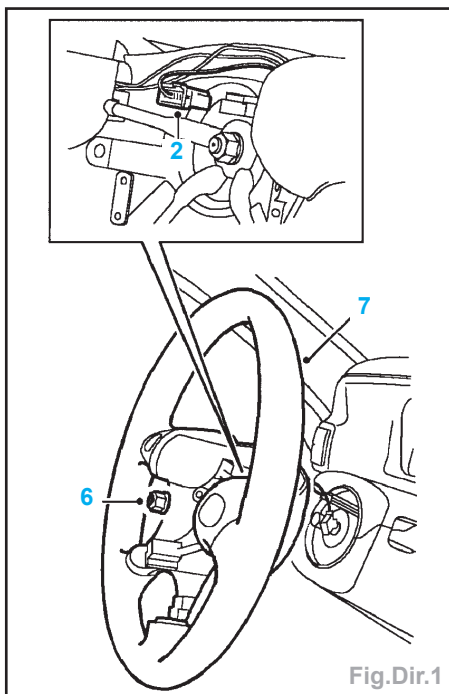

Fig.Dir.1
- Débrancher la fiche multibroches (2) de l'accouplement tournant (Fig.Dir.1).